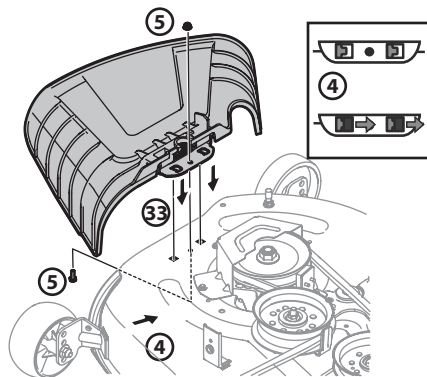

Figura 2-14
- Ubique el deflector del canal en la plataforma, asegúrese de insertar las lengüetas de dicho deflector en los orificios de la plataforma. Consulte la Figura 2-14.
- Después de colocar las lengüetas en la plataforma, deslice el deflector del canal hacia la parte posterior del tractor hasta que el orificio del perno que está en el deflector del canal quede alineado con el orificio de la plataforma. Consulte la Figura 2-14.
- Sujete el deflector del canal en su lugar con la tuerca de seguridad con brida y el tornillo hexagonal que se extrajeron en el paso 2. Ajuste a 102-124 in/lb. Consulte la Figura 2-14.